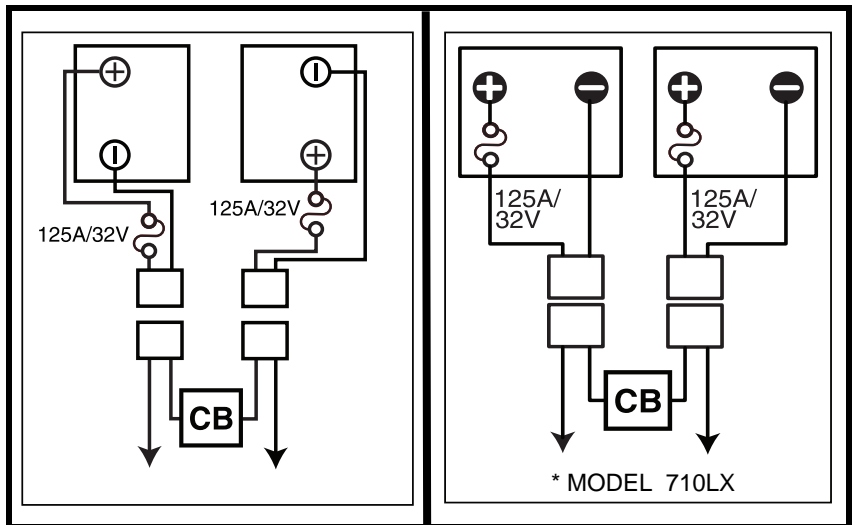

Figuur 11. Verwijdering/installatie van de accu, polen en aansluitingen
2. Maak de bevestiging van de accu los. **Zie figuur 11.**
3. Maak de bedrading die van voor naar achter loopt los. Ontkoppel beide accukabels door iedere kabel uit de bijbehorende stekker te trekken. **Zie figuur 11.**
6. Plaats een nieuwe accu in elke accu compartiment. Plaats de accupolen van elke accu tegenover elkaar en naar de buitenkant van de scootmobiel gericht. **Zie figuur 11.**